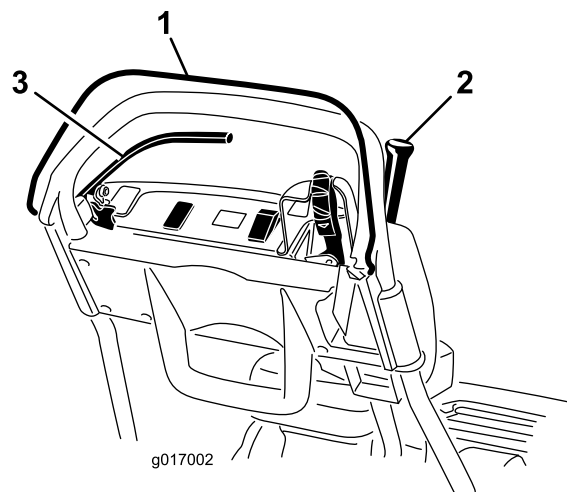

Figure 36
- Relâchez la commande OPC et essayez d'engager le levier de commande de déplacement (Figure 36). Le levier de commande de déplacement ne doit pas s'engager. Si le levier de commande de déplacement s'engage, le système de sécurité doit être révisé. Corrigez le problème avant d'utiliser la machine.
OPC (Figure 36). Le levier de commande de déplacement doit s'engager. Si le levier de commande de déplacement ne s'engage pas, le système de sécurité doit être révisé. Corrigez le problème avant d'utiliser la machine.
- Après avoir appuyé sur la commande OPC et déplacé le levier de changement vers la gauche, engagez le levier de commande de déplacement et du cylindre, puis relâchez la commande OPC (Figure 36). Le levier de commande de déplacement doit s'engager. Si le levier de commande de déplacement ne s'engage pas, le système de sécurité doit être révisé. Corrigez le problème avant d'utiliser la machine ; voir Entretien du contacteur de sécurité de déplacement (page 36).